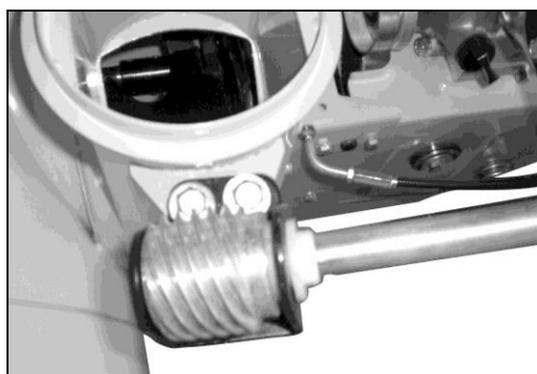

Рис. 7.
2. Совместить отверстие, расположенное на конце рукоятки поворота желоба с отверстием кронштейна поворотной спирали. Закрепить при помощи шплинта (см. рис.7).